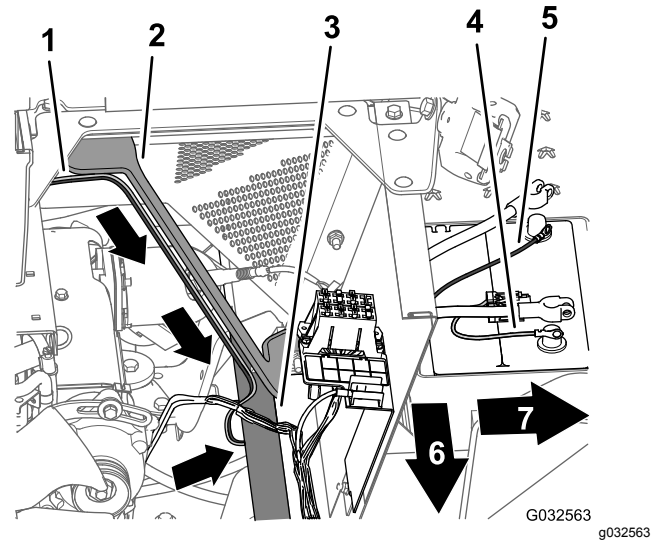

Figure 111
- Acheminez la branche de 165 cm du faisceau vers le bas, le long du support gauche du carénage du moteur et sous le tube de cadre gauche (Figure 111).
- Amenez le fusible de 50 A et les cosses à anneau positive et négative de la branche de 165 cm du faisceau au sommet de la batterie (Figure 111).